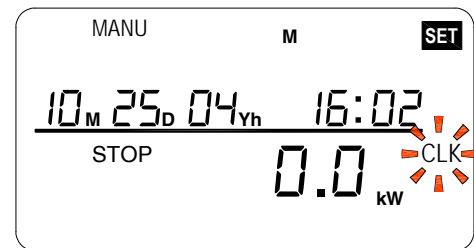

Abbildung 7
3. Halten Sie  für 3 Sekunden gedrückt. CLK blinkt, siehe Abbildung 7.